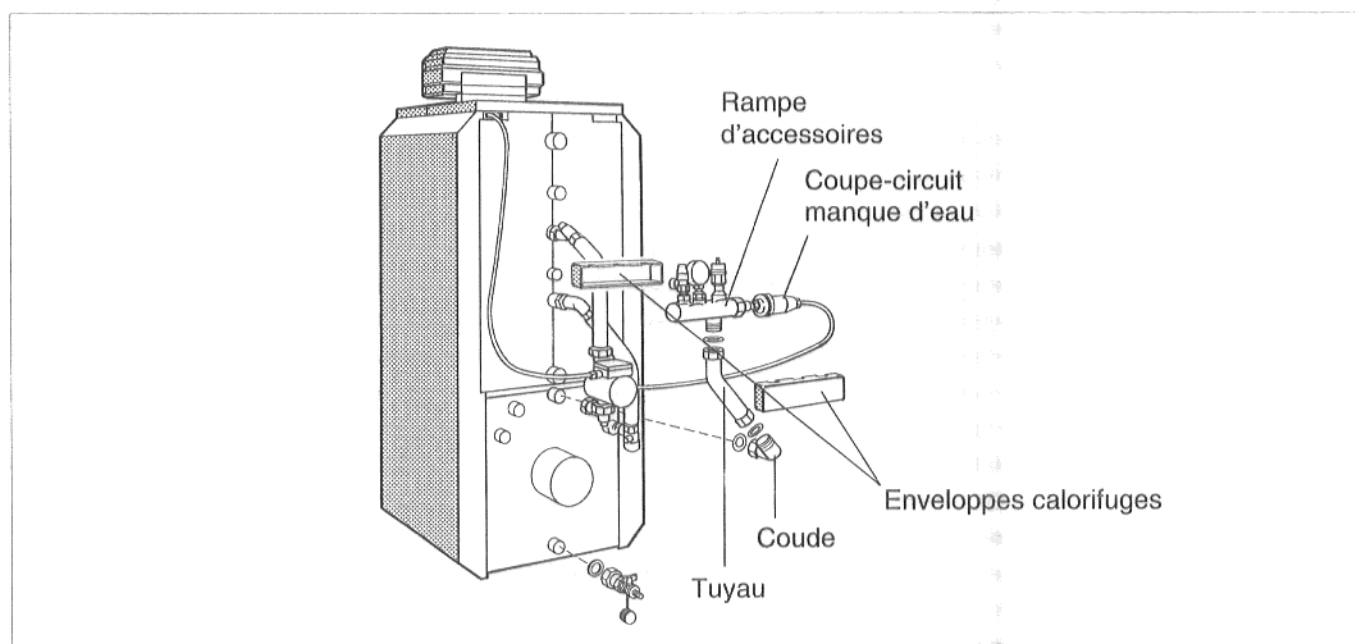

Fig. 4 Set de sécurité chaudière KSS pour chaudière S115 T, montage à droite
2. Vers le haut, côté droit de la chaudière (fig. 4). Dans ce cas, la tuyauterie de raccordement chaudière-préparateur doit être montée à gauche.